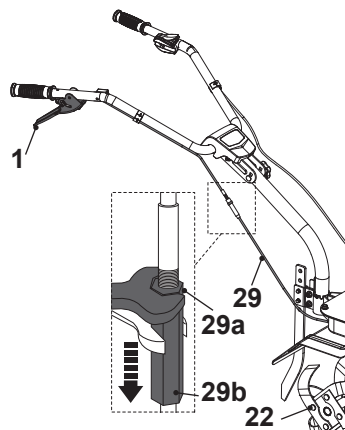

Fig. 35
**NOTA:** O ajuste do cabo de embraiagem (29) poderá ser necessário uma vez que pode esticar com o passar do tempo.
Se as ponteiras (22) não rodarem aquando da operação da alavanca da embraiagem (1), poderá ser necessário ajustar o cabo de embraiagem (29) (fig. 35).